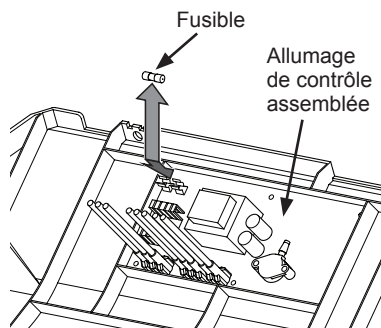

Figure 20 - Remplacement du fusible
3. Retirer le fusible de douilles de fusible (voir figure 20).